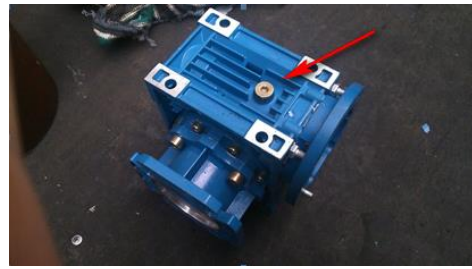

Рисунок 12
3) Подать топливо в горелку котла до уровня отверстий подачи воздуха в горелке см. (рис. 12). Для подачи топлива в горелку необходимо нажать и удерживать клавишу подачи топлива на блоке управления см. «*Инструкцию по эксплуатации и настройке цифрового блока управления котлами на измельчённом топливе*»